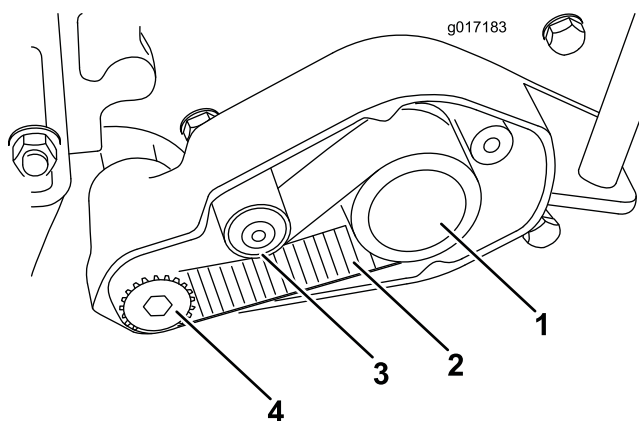

Рисунок 6
14. Наверните ведущий шкив на левый удлинитель вала барабана (Рисунок 6). Зафиксируйте барабан от проворачивания с помощью деревянного блока и затяните шкив с моментом не менее 23 Н•м.
15. Пропустите зубчатый ремень привода вокруг ведущего шкива и ведомого шкива, а также под задним натяжным шкивом (Рисунок 6).
24. Проверьте натяжение ремня привода, нажав на него посередине между ведущим и ведомым шкивами (Рисунок 6). Для прогиба средней точки ремня на 6 мм должно потребоваться усилие от 2 до 4 кгм. Для регулировки натяжения ослабьте болт с шестигранным углублением, с помощью которого крепится задний натяжной шкив, поверните натяжной шкив для получения нужного натяжения и затяните болт с шестигранным углублением с моментом от 9 до 14 Н•м).